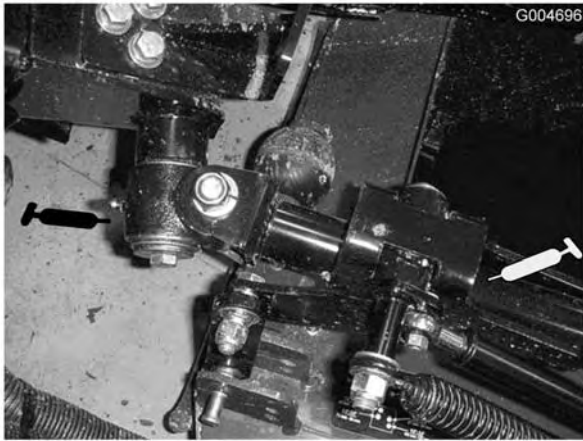

Bild 44
- Kipphebel-Drehbüchsen (2) (Bild 44)
- Hintere Armbüchsen (4) (Bild 44)